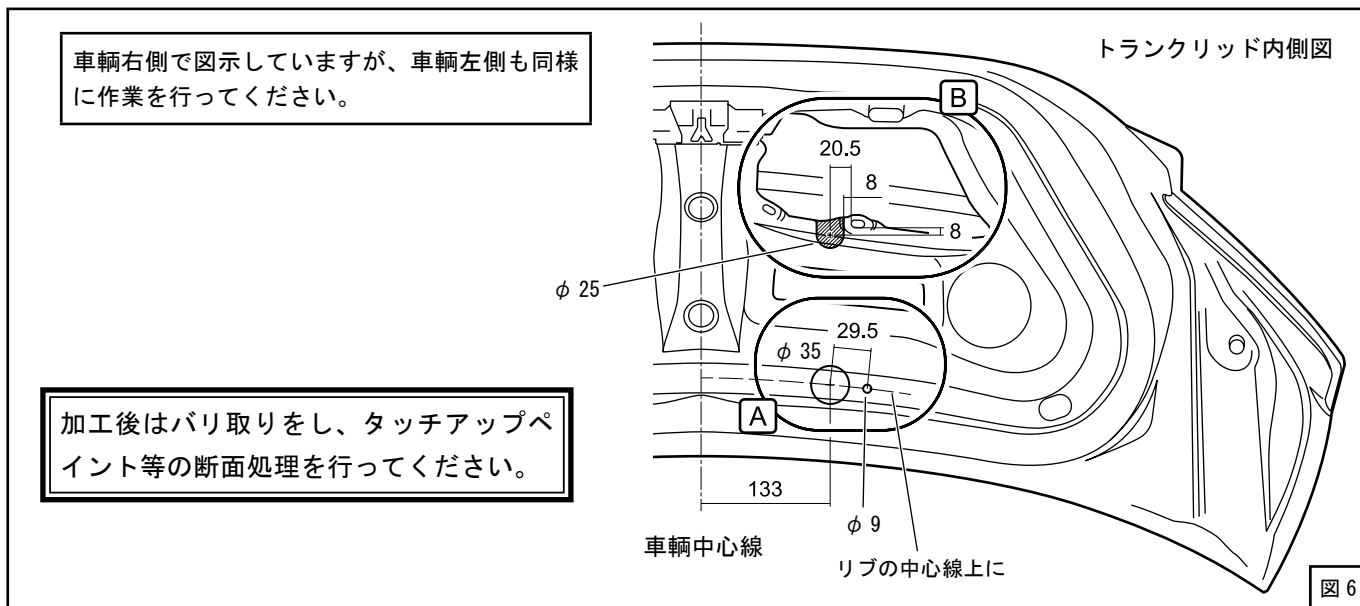

図6
- (6) 図6 A部の寸法にてトランクリッドインナーパネルにφ35の穴を開けてください。(図6)
- (7) 図6 A部の寸法にてトランクリッドインナーパネルにφ9の穴を開けてください。(図6)
- (8) 図6 B部の寸法にてトランクリッドインナーパネルの一部をカットしてください。(図6)
(10) A部にクリップナットを取付けてください。(図6、図8)